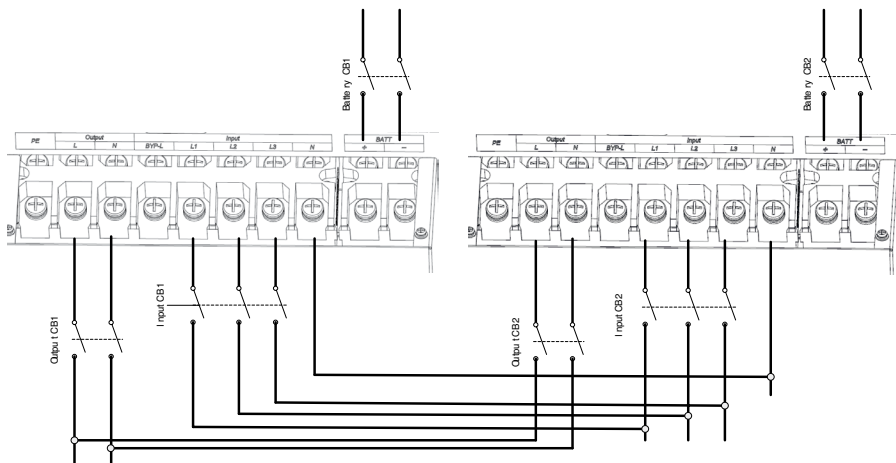

Рисунок 3.6. Параллельное подключение ФОРВАРД 31 15-20 кВА
2. Подключить все входные кабели ИБП через индивидуальные АВ переменного тока, как показано на Рисунок 3.6.
Схемы подключения приведены на Рисунок 3.6.